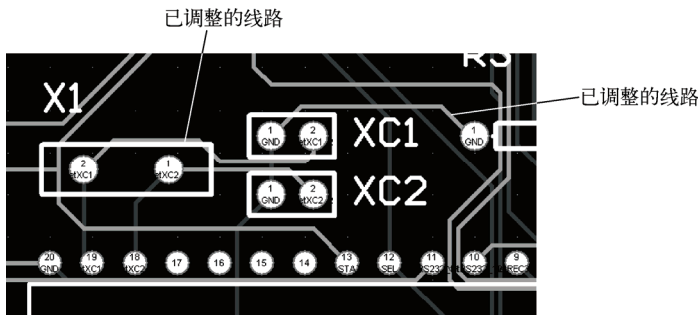

图 6-83 重新布线后的 PCB 电路图
4) 选择 “Place” → “Interactive Routing” 命令, 将上述已拆除的飞线重新走线。重新走线后的布线如图 6-83 所示。